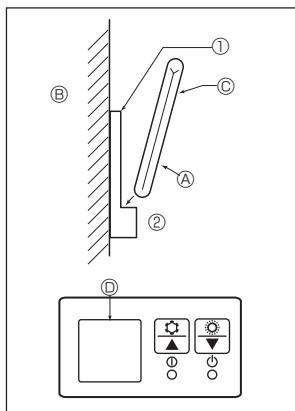
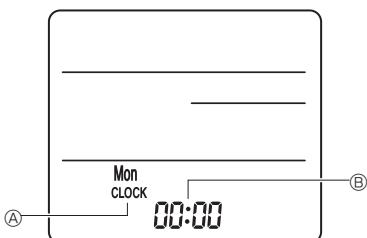

Fig. 6-7
Fig. 6-8
2) Método de instalación (Fig. 6-7)
① Fije el soporte del mando a distancia en el lugar deseado con 2 tornillos roscados.
② Coloque el extremo inferior del mando en el soporte.
③ Mando a distancia ④ Pared ⑤ Panel de visualización ⑥ Receptor
3) Configuración (Ajuste del reloj) (Fig. 6-8)
① Inserte las baterías o pulse el ② CLOCK botón con algún objeto puntiagudo. [CLOCK] (RELOJ) ③ y [:] ④ parpadean.
② Pulse el botón ⑤ RESET ⑥ con algún objeto puntiagudo.
③ Pulse el botón ⑦ para configurar la hora.